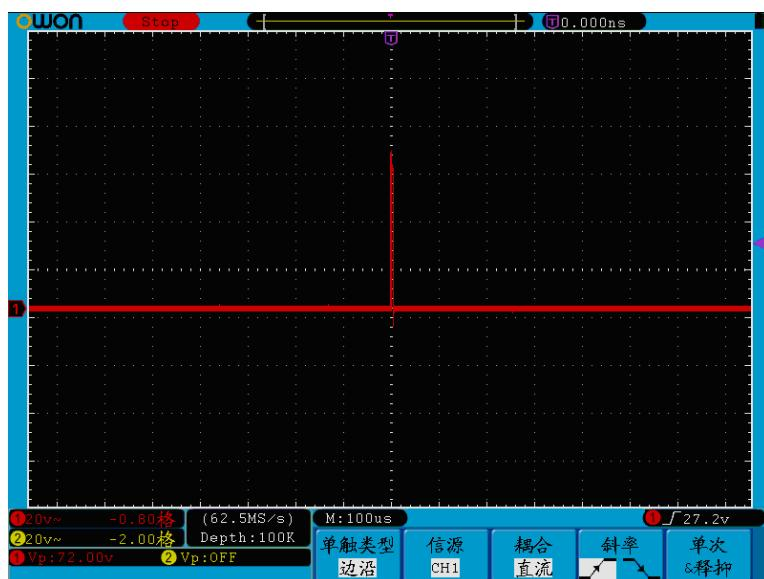

图6-3：捕捉单次信号
- (5) 按 F2 键，选择 峰值检测。
- (6) 按 触发菜单 按键，显示 触发 菜单。
- (7) 按 H1 键，显示 触发类型 菜单。
- (8) 按 F1 键，选择触发类型为 单触。
- (9) 旋转 通用 旋钮，选择触发模式为 边沿。
- (10) 按 H2 键，显示信源菜单。
- (11) 按 F1键，选择信源为 CH1。
- (12) 按 H3 键，显示耦合菜单；按 F2 键选择耦合为 直流。
- (13) 按 H4 键，选择斜率为 (上升)。
- (14) 旋转 **触发电平** 旋钮，调整触发电平到被测信号的中值。
- (15) 若屏幕上方 **触发状态指示** 没有显示 **Ready**，则按下 **Run/Stop**（运行/停止）按键，启动获取。等待符合触发条件的信号出现。如果有某一信号达到设定的触发电平，即采样一次，显示在屏幕上。利用此功能可以轻易捕捉到偶然发生的事件，例如幅度较大的突发性毛刺：将触发电平设置到刚刚高于正常信号电平，按 **Run/Stop**（运行/停止）按键开始等待，则当毛刺生时，机器自动触发并把触发前后一段时间的波形记录下来。通过旋转面板上水平控制区域的 **水平位置** 旋钮，改变触发位置的水平位置可以得到不同长度的负延迟触发，便于观察毛刺发生之前的波形。见图 6-3。